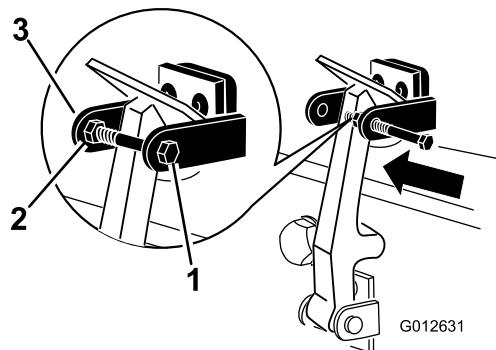

図 9
7. フードロックブラケットのもう一方のアームにボルトを取り付けてラッチを固定する図 9。ボルトはしっかりと固定するがナットの締め付けは行わないこと。